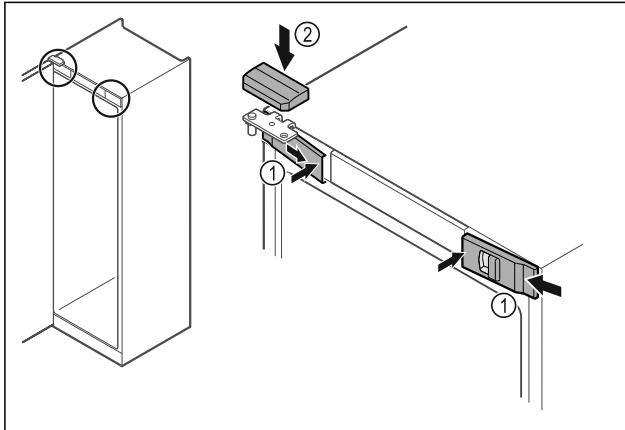

Fig. 55
- Kiinnitä etusuojukset Fig. 55 (1) sivulta ja lukitse sisäpuolelta paikalleen.
- Paina ylempi suojus Fig. 55 (2) yläkautta paikalleen.